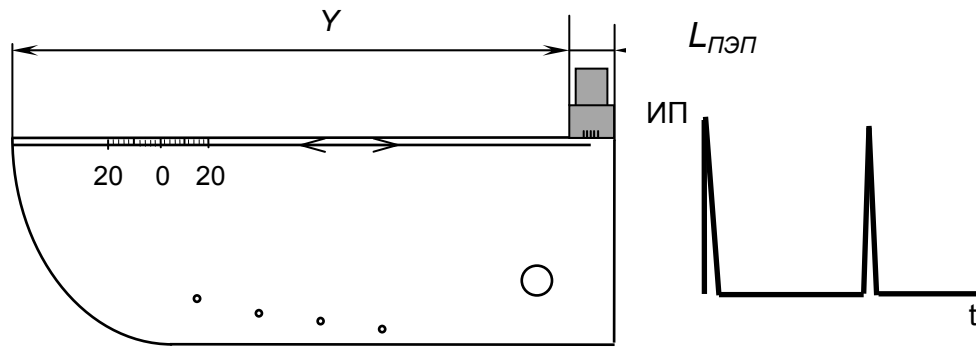

Рисунок 7.11
- б) установить ПЭП на поверхность образца СО-3Р (СО-2) со стороны шкалы " $\alpha^\circ$ " так, чтобы задняя грань ПЭП располагалась у правой боковой поверхности образца (рисунок 7.11). При этом на поверхности образца в пределах расстояния  $Y$  контактирующая жидкость должна отсутствовать;